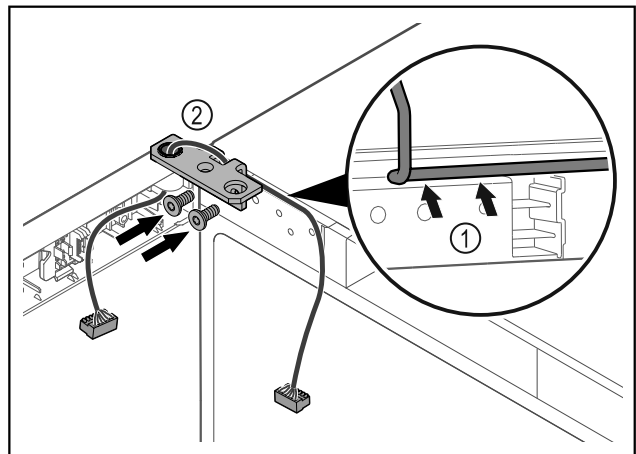

Fig. 37
- Kabel durch die Ausparung des Scharnierwinkels führen und vorsichtig verlegen Fig. 37 (1).
- Scharnierwinkel Fig. 37 (2) anschrauben.